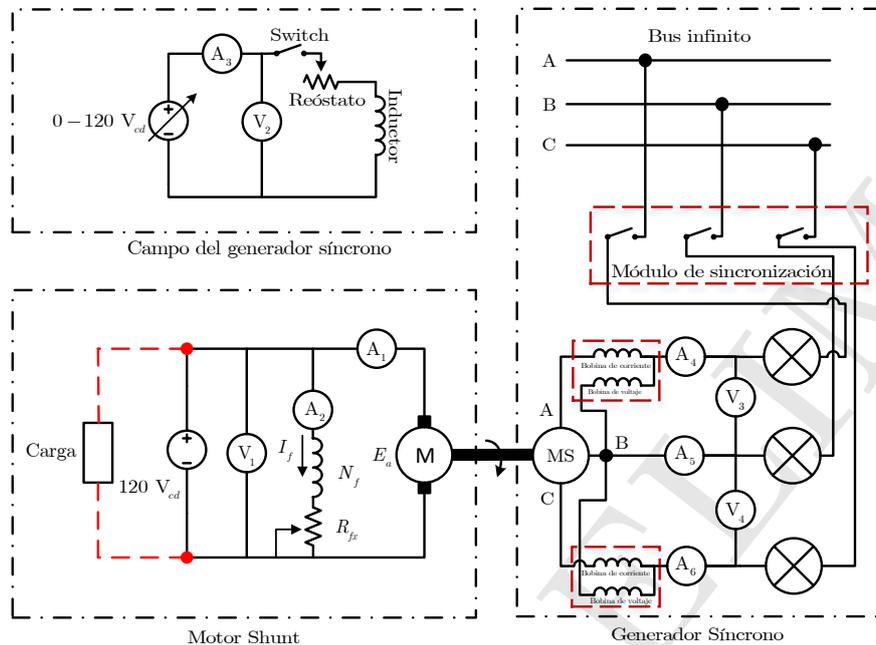

Figura 1: Diagrama de conexión para la sincronización de un generador a la red eléctrica.
- 1.1. Armar el circuito que se muestra en la Figura 1. Utilizar dos wáttmetros monofásicos para medir la potencia activa. En caso de utilizar un módulo de wáttmetros trifásicos no será necesario realizar la conexión para el método de los dos wáttmetros. Es importante mencionar que, en este punto se debe ignorar la carga que se conecta en las terminales del motor de CD, la cual se muestra con líneas punteadas de color rojo en la Figura 1.
- 4) Conectar en las terminales del generador de CD la primera carga resistiva que se muestra en la Tabla 2 y como se indica (con líneas punteadas de color rojo) en la Figura 1.